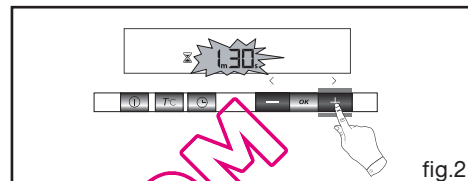

fig.2
- Juster den valgte tid ved at trykke på tasterne + eller - (maks. 59 minutter og 50 sekunder) (fig.2).
- Displayet viser "Lcd off" (fig.2).